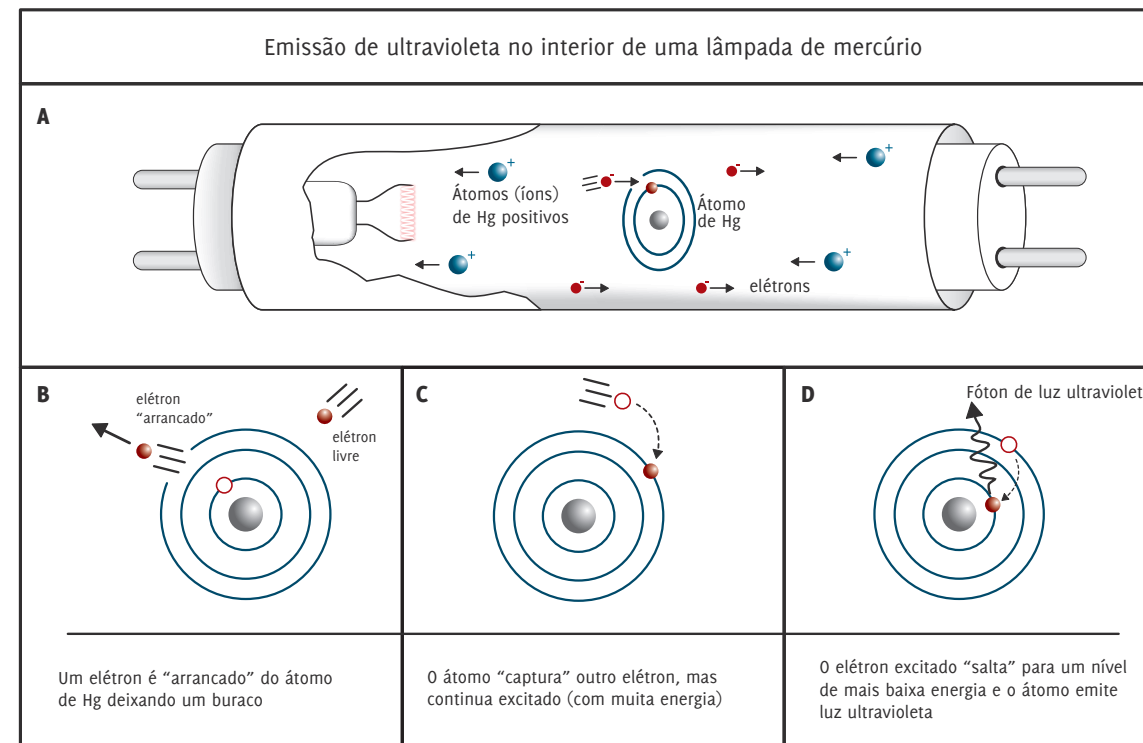

FIG.19
Imediatamente depois dessa situação inicial se caracterizar deixa de ser necessário, tanto o aquecimento dos filamentos, quanto a alta tensão estabelecida inicialmente no interior da lâmpada. Com elétrons livres e átomos ionizados de mercúrio já presentes naquele ambiente os processos descritos na FIG. 19 continuam a ocorrer. Os itens B, C e D dessa figura dizem respeito à emissão de luz ultravioleta pelos átomos de mercúrio contidos no interior da lâmpada. Além do ultravioleta, entretanto, os átomos também emitem luz visível, como você deve ter observado ao procurar por linhas coloridas no interior do espectroscópio utilizado no *Passo 6* deste experimento.
O item A da FIG. 19 indica que, ao se moverem no interior da lâmpada, elétrons e íons são continuamente "recombinados". Os íons de mercúrio, que capturam elétrons, acabam por perder sua condição de átomos ionizados (item C da FIG. 19). No entanto, esses átomos ainda apresentam níveis de energia acima do normal. Por essa razão, em Ciências, diz-se que esses átomos se encontram excitados.
Os elétrons que ocupam níveis de energia elevados no interior de um átomo excitado apresentam uma tendência de "saltar" para um estado de menor energia (item D da FIG. 19). Em cada um desses "saltos", ocorre a liberação de um "pacote", ou *quantum*, de energia.
Na FIG. 20-b, representa-se o momento em que um dos elétrons que compõem o material recebe um fóton de luz ultravioleta (UV) que foi emitido por um átomo de mercúrio, mediante processo descrito na FIG.19. Já na FIG. 20-c, mostra-se que, ao absorver o fóton de ultravioleta, o elétron dá um grande “salto” até um dos níveis de energia mais altos.